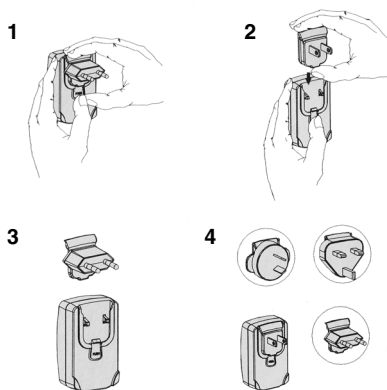

Figure 1 Utilisation de l'adaptateur secteur
- A l'aide de la Figure 1, suivez les instructions figurant sur l'emballage de l'adaptateur secteur.